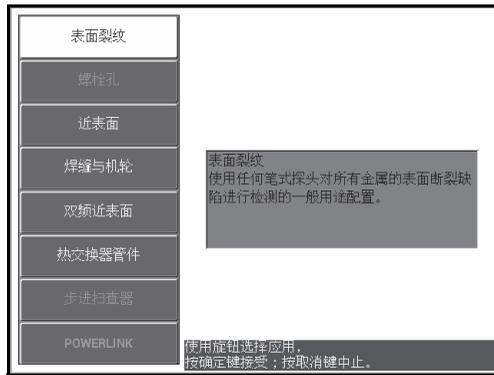

图 5-91 表面裂纹应用
2. 按一下高级设置菜单键（），然后选择**应用选择**（功能键 A），打开应用选择菜单。使用旋钮选择**表面裂纹**，然后按确定键（）接受（参见第 179 页的图 5-91）。